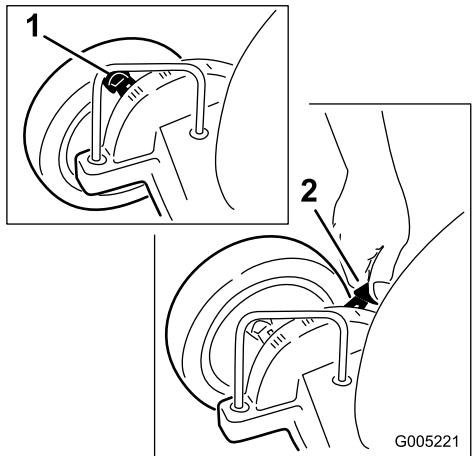
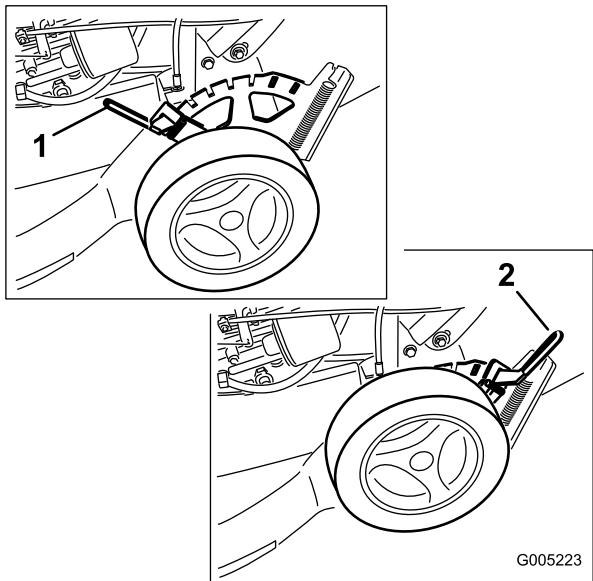

Figura 16
Figura 17
Las ruedas delanteras se ajustan individualmente con una palanca de ajuste de altura (Figura 16). Las ruedas traseras se ajustan juntas con una palanca de ajuste de altura que se encuentra sobre la rueda trasera izquierda (Figura 17).
1. Tire de cada una de las palancas de ajuste de la altura de las ruedas delanteras hacia la rueda (Figura 16) y muévala a la posición deseada.
1. Tire de la palanca de ajuste de la altura de la rueda trasera hacia afuera y muévala a la posición deseada (Figura 17).